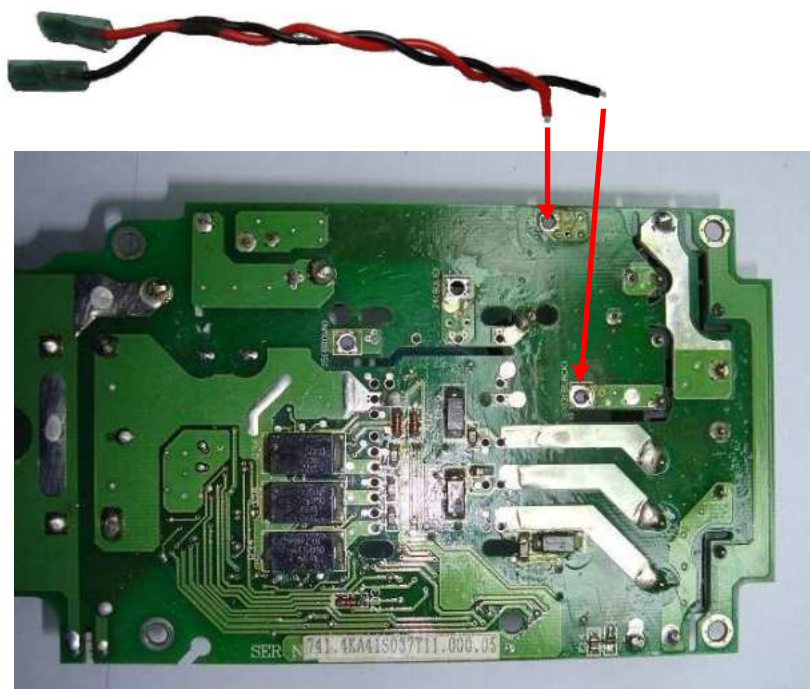

Рис. 7.7
7.3.4. Взять новый жгут № 1 (рис.7.7). Запаять в отверстия платы с маркировкой «RED» и «BLACK» наконечники жгута № 1 соответствующего цвета (красный и черный) (рис.7.7).